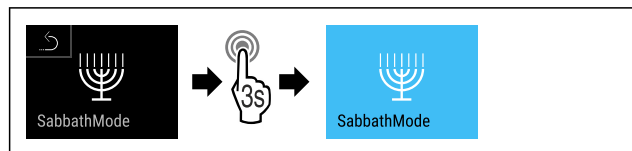

Fig. 14
- Stappen (zie Fig. 14) uitvoeren.